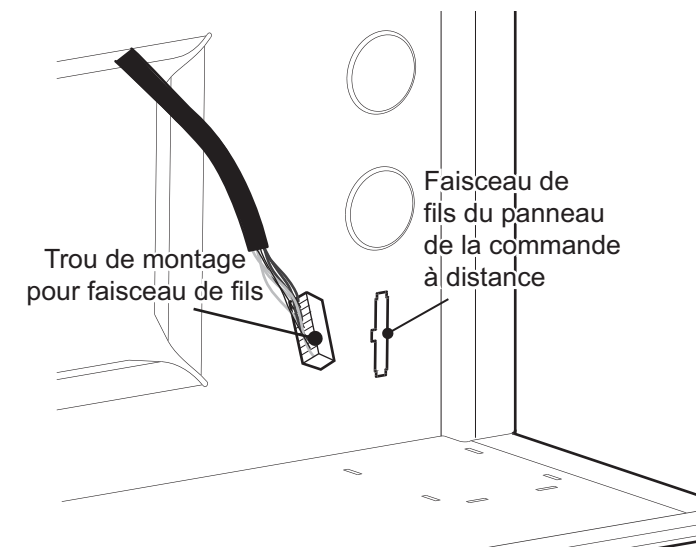

Figure 19 : Trou de fixation de faisceau de télécommande
- Insérez l'extrémité du faisceau de télécommande dans le trou de fixation, tel qu'indiqué à la *Figure 19*, jusqu'au déclic.